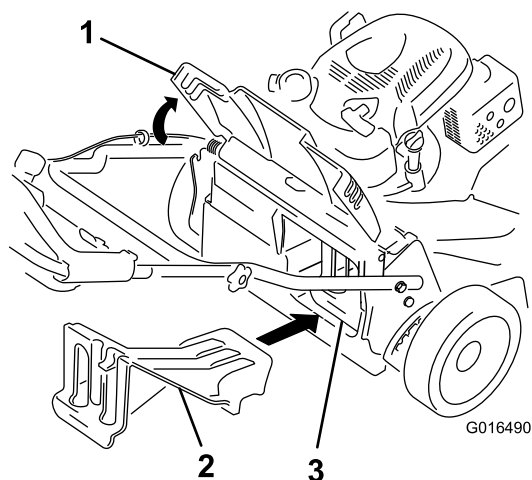

Рисунок 24
- Если не установлена заглушка заднего выброса, возьмите ее за рукоятку, поднимите задний отражатель и вставьте ее в желоб заднего выброса, пока защелка не зафиксирована на месте, см. Рисунок 24.
Внимание: Убедитесь, что задняя выпускная пробка установлена на своем месте, и произведите утилизацию травы и срезанных листьев (Рисунок 24).